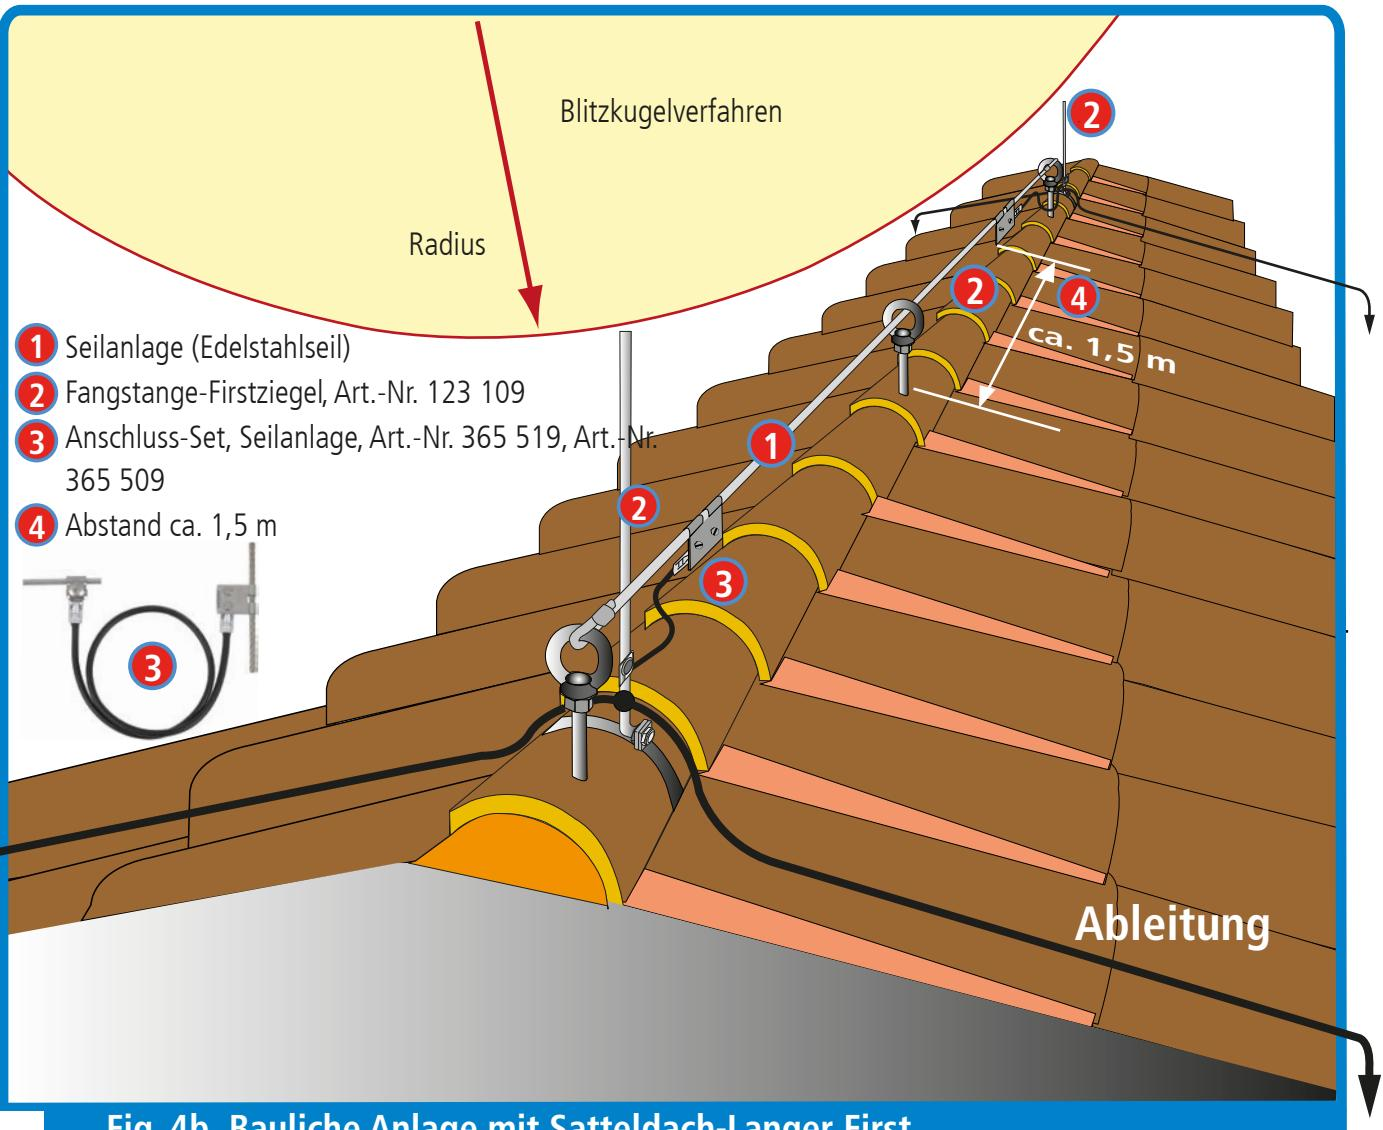
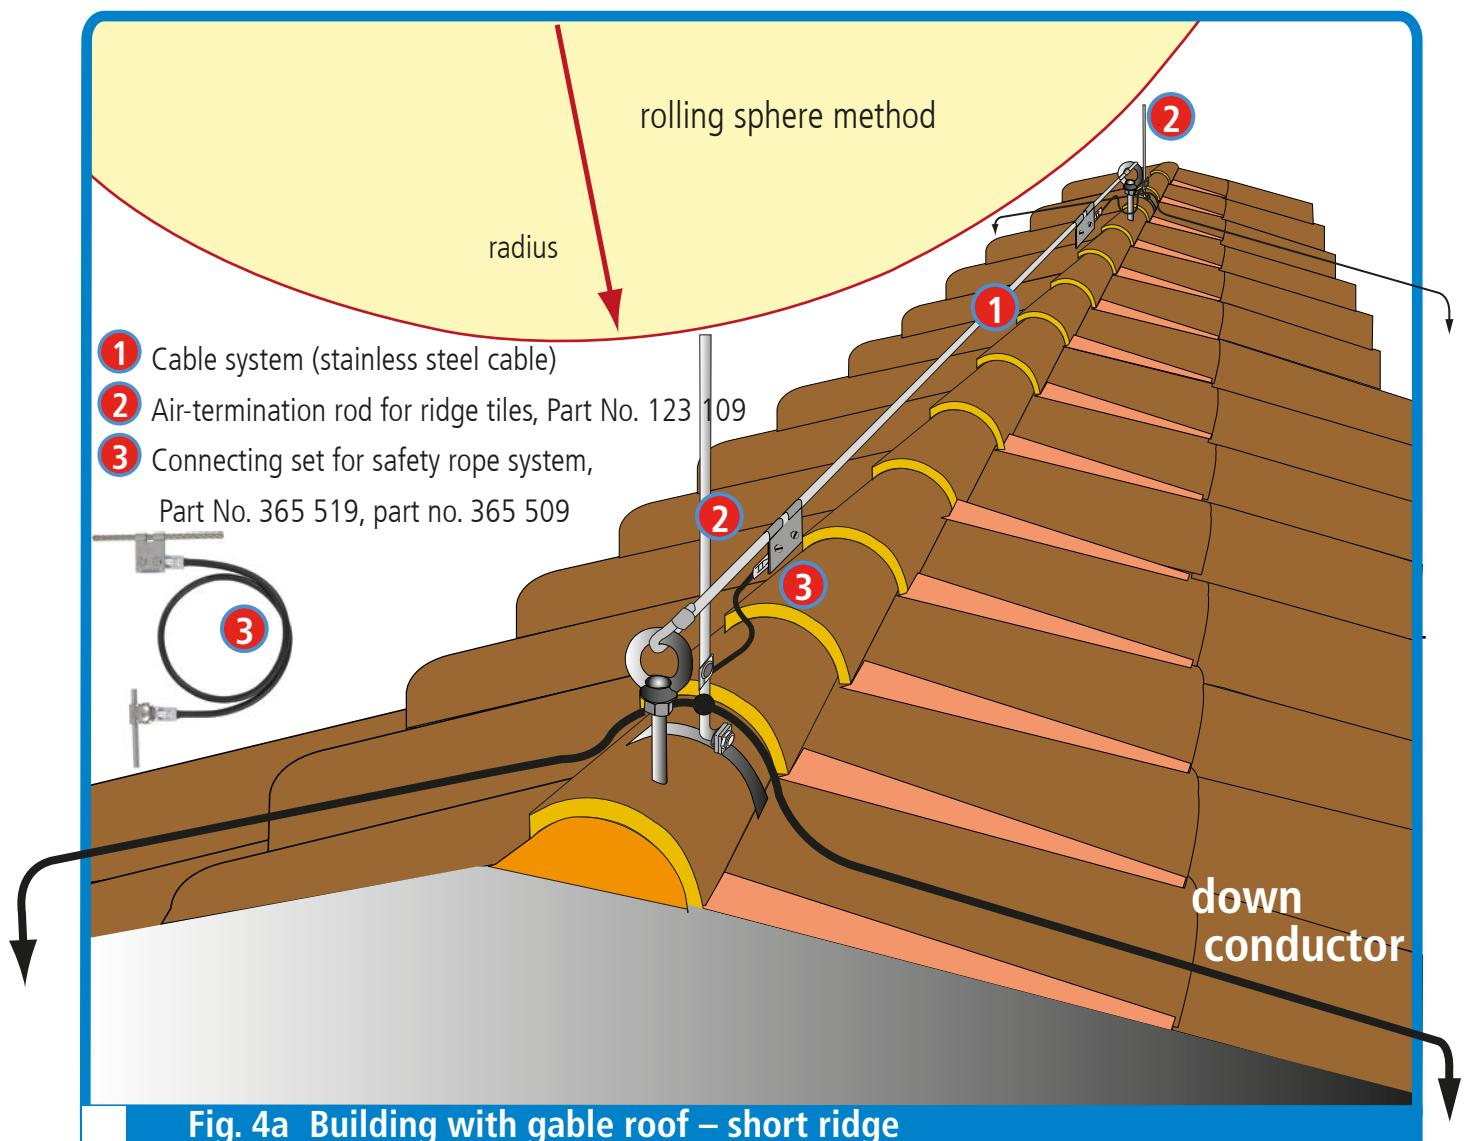
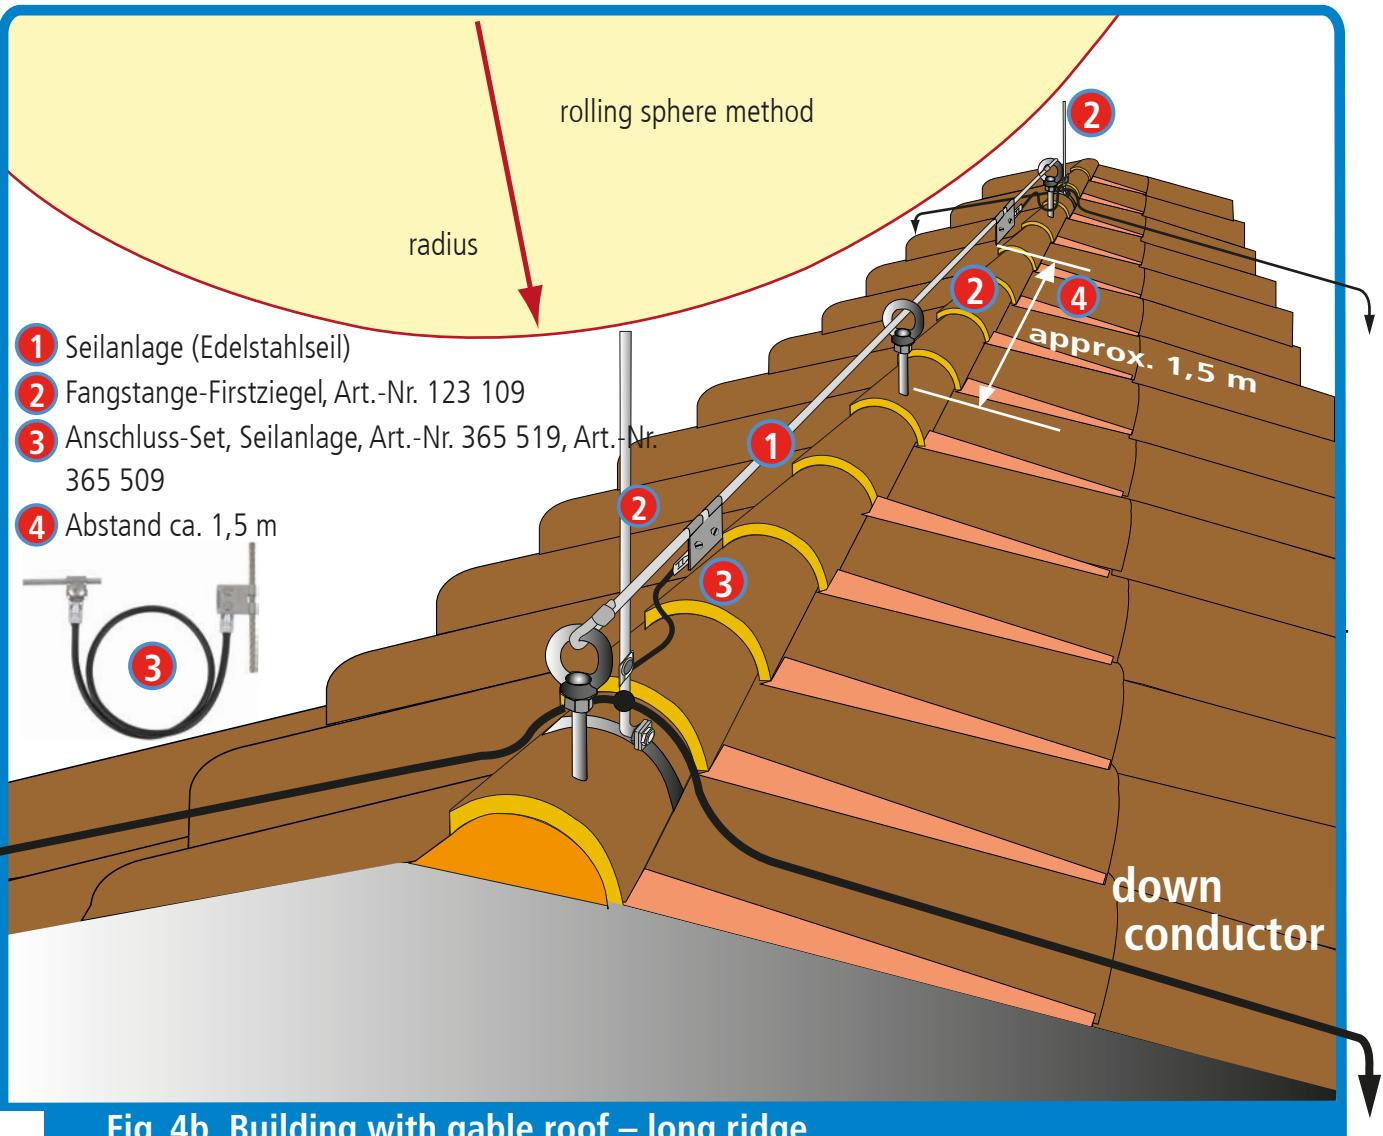

Fig. 4b Bauliche Anlage mit Satteldach-Langer First
Fig. 4a Building with gable roof – short ridge
Fig. 4b Building with gable roof – long ridge
- ➡ Bei einem Satteldach mit kurzem First sind die außen positionierten Fangstangen mittels dem Anschluss-Set mit der Seilanlage zu verbinden (siehe Fig. 4a und Fig. 4b, Seite 6).
- ➡ Bei einem Satteldach mit langem First ist die Fangstange in der Dachmitte zusätzlich mit der Seilanlage zu verbinden (siehe Fig. 4b, Seite 6).
- ➡ In case of a gable roof with short ridge: Connect the outside positioned air-termination rods with the safety rope system by means of the connecting set (see Fig. 4a und Fig. 4b, page 6)
- ➡ In case of a gable roof with long ridge: Connect also the air-termination rod in the middle of the roof with the safety rope system (see Fig. 4b, page 6)..